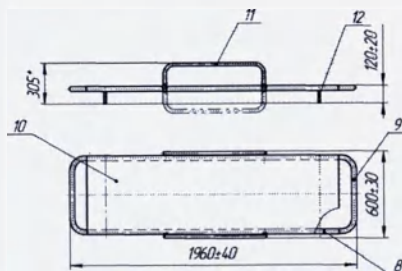

Рисунок 2. Носилки жесткие НЖ-1 ММ
4.3. Носилки съёмные жёсткие НЖ-1ММ (см. рисунок 2) состоят из: